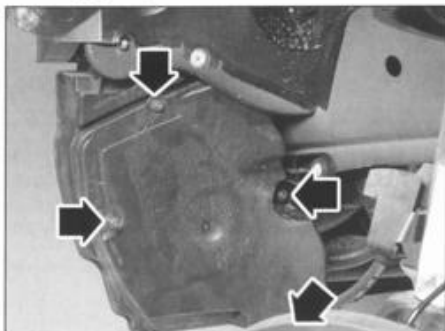

FIG. 23
- Desmontar los 4 tornillos de fijación de la tapa que se encuentra en la caja de resonancia de admisión de aire (fig. 23).